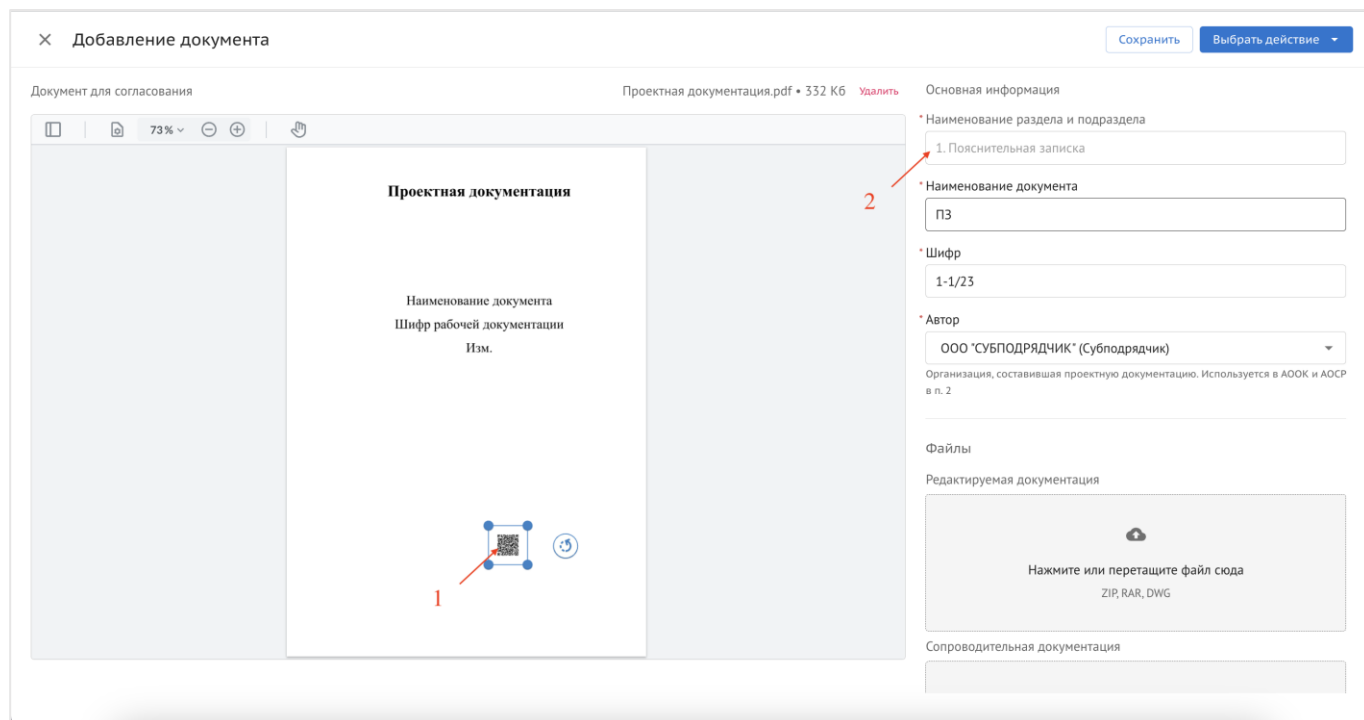
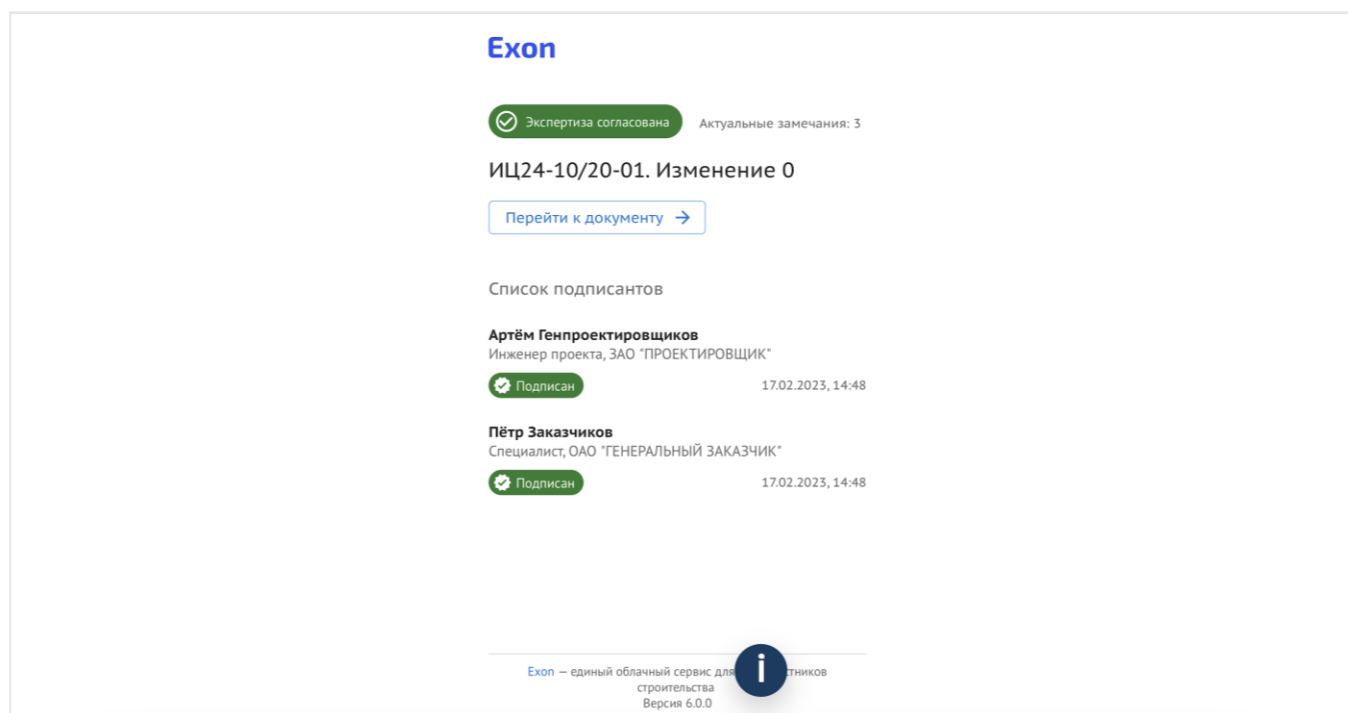

Рис. 56 - Загрузка документа
Рис. 57 - Информация из QR-кода
4.1. На каждом листе автоматически формируется QR-код, который располагается на листах формата А4 вертикальной ориентации внизу посередине, а на листах чертежей в штампе, в наименовании. При загрузке документа следует проверить не находит ли QR-код на текст, при необходимости, выделить его, зажать левой кнопкой мыши (1) (рис. 56) и переместить в любое свободное поле. QR-код отображает актуальный статус документа (рис. 57) (при необходимости можно перейти к просмотру самого документа, если пользователь выполнил вход на устройстве с аккаунта-участника данного проекта);
4.2. Заполнить атрибуты справа. Наименование раздела и подраздела (2) заполняется автоматически, вручную необходимо ввести наименование документа, шифр, указать автора (организация, которая разработала рабочую документацию (рис. 56);
6.2. На втором листе образец для заполнения. На его примере разберем шаблон массовой загрузки. У всех документов должен быть указан номер раздела и подраздела (1), нумерация проставляется по порядку и у каждого раздела и подраздела должен быть свой номер. Для создания подраздела к номеру раздела добавляется номер подраздела через точку (1.1, 1.2, 2.1 и т.д.). Название раздела и подраздела (2) заполняется единожды, после чего строка справа остается пустой. Если заполнено поле Наименование документа (3) и Шифр (4), поле Наименование раздела и подраздела остается пустым. Поля Наименование документа, Шифр, Автор (5) заполняются для каждого документа, таким образом, формируется шаблон карточки документа (рис. 56).